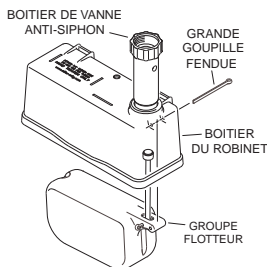

Figure 3
4. Placez le groupe flotteur à l'intérieur du boîtier de robinet puis faites glisser la grande goupille fendue de 2 pouces 1/4 à travers le boîtier et le groupe flotteur (voir figure 3). Écartez légèrement les extrémités de la grande goupille fendue à l'aide des pincettes. Lorsque'il est correctement monté, le groupe flotteur doit pivoter sans accrocher autour de la goupille fendue à l'intérieur du boîtier de robinet.